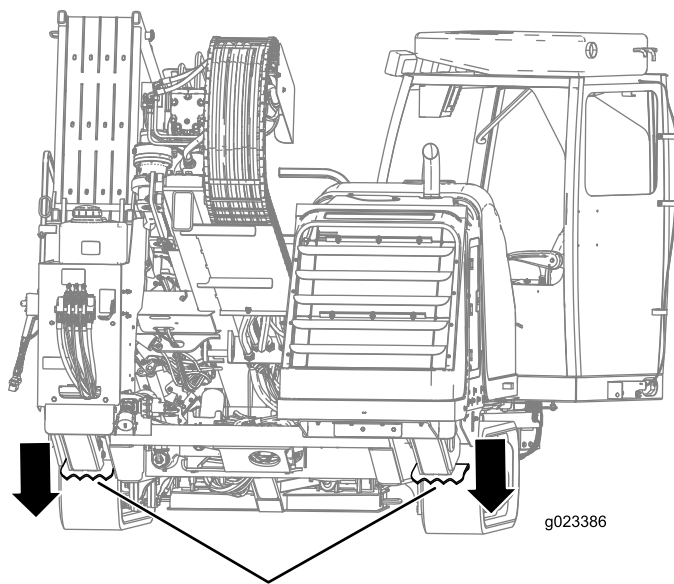

Рисунок 74
10. Опустите задние опоры, чтобы они плотно уперлись в грунт, или так, чтобы получить нужный угол входа (Рисунок 74).